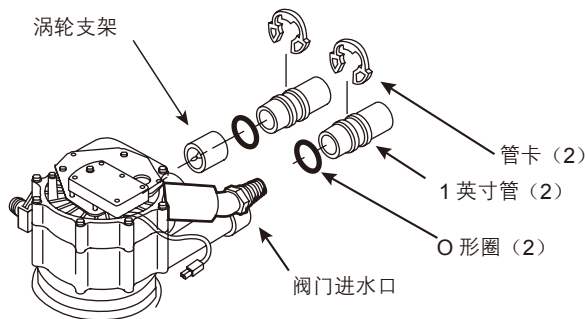

图 3
- 将润滑过的 "O" 形密封圈放置提供的 1 英寸管，小心地将此管插入出水口内 (见图 3)，然后安装 "C" 形管夹并确认稳固。